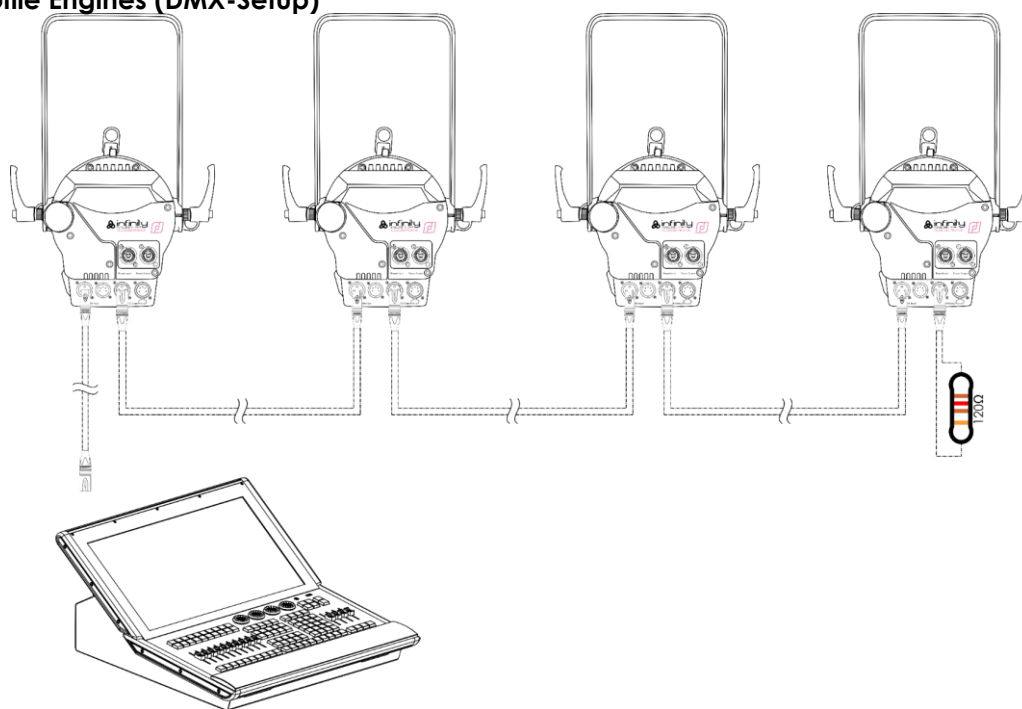

Abb. 12
- 05) Verbinden Sie die Geräte wie in Abb. 12 abgebildet. Verwenden Sie ein DMX-Datenkabel, um den Ausgang (OUT) des ersten Geräts mit dem Eingang (IN) des zweiten Geräts zu verbinden. Wiederholen Sie diesen Vorgang, um das zweite, dritte und vierte Gerät ebenfalls zu verbinden.